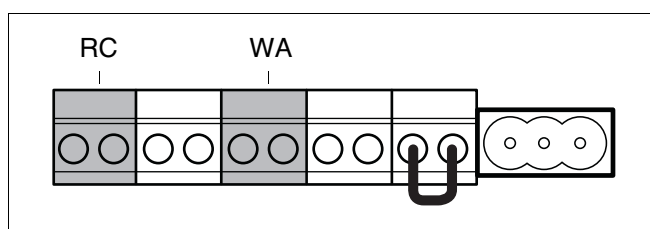

Рис. 27 Клеммник – подключение блока управления помещения и беспотенциального контакта запроса тепла
- Подключение более одной комнатной панели управления непосредственно к отопительному котлу невозможно (рис. 27).